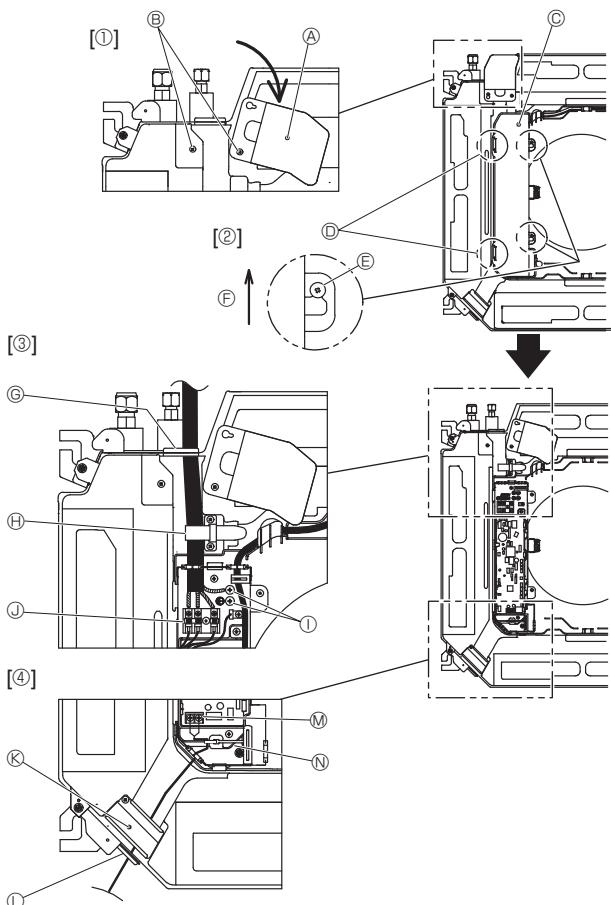
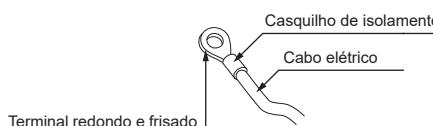
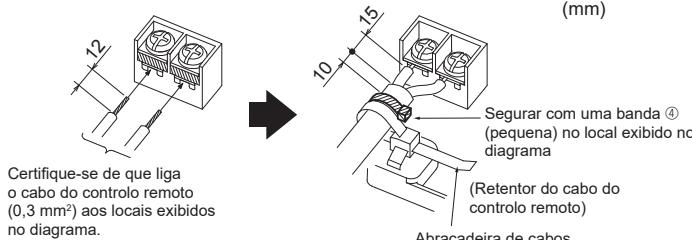

Fig. 6-1
Fig. 6-2
Fig. 6-3
6.1. Unidade exterior (Fig. 6-1)
- Desaperte os dois parafusos que seguram o painel de serviço da cablagem elétrica e, em seguida, rode o painel. [Fig. 6-1 ①]
- Desaperte os dois parafusos que seguram a tampa da caixa elétrica e, em seguida, faça deslizar a tampa. [Fig. 6-1 ②]
- Faça passar o cabo de alimentação, o cabo de ligação da unidade interior/exterior e o fio de terra pelas entradas de cablagem mostradas no diagrama. [Fig. 6-1 ③] Coloque a parte revestida do cabo de alimentação e do cabo de ligação da unidade interior/exterior na caixa elétrica. Utilize terminais redondos e frisados para o terminal de ligação da unidade interior-exterior ou o kit de terminais de alimentação opcional. [Fig. 6-2]
- Se não puder utilizar terminais redondos e frisados, consulte as Fig. 6-3 a 6-6. Consulte as secções 6.1.1. e 6.1.2. para obter informações sobre a ligação.
- Faça passar e prenda o cabo do controlo remoto nas entradas de cablagem mostradas no diagrama. [Fig. 6-1 ④, Fig. 6-3] Consulte as secções 6.1.1. e 6.1.2. para obter informações sobre a ligação.